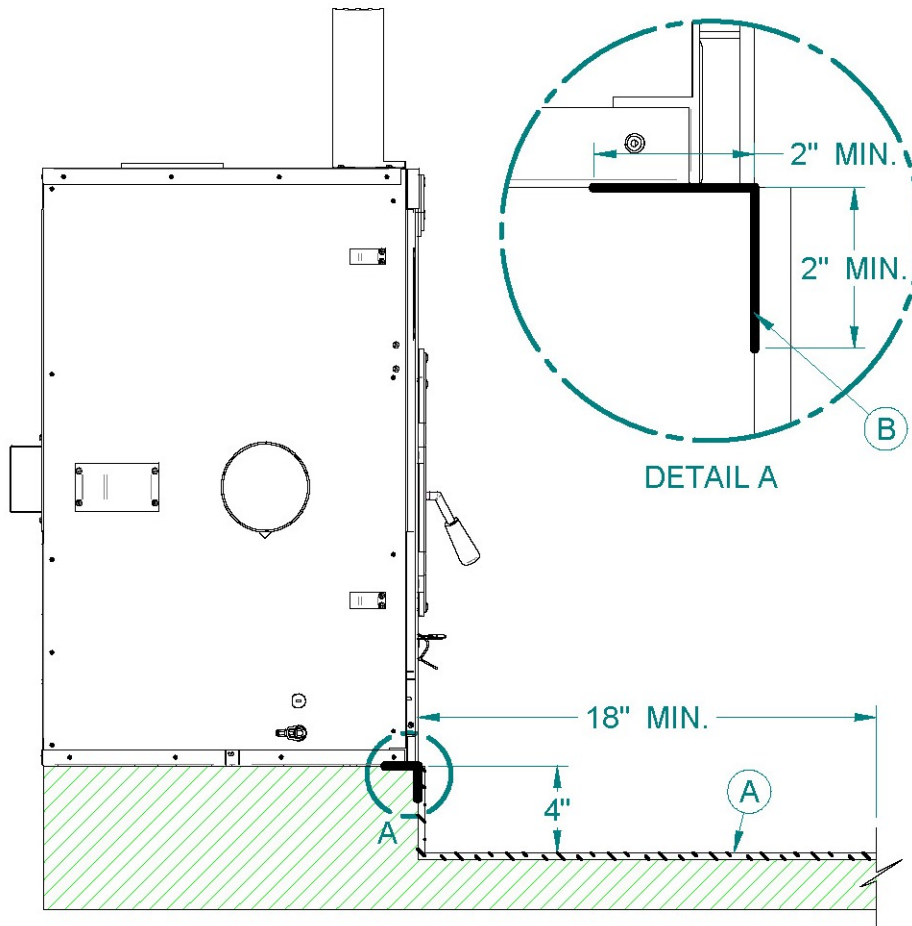

Figure 9
Il est possible toutefois d'éliminer le facteur R en surélevant l'appareil de 4'' par rapport au plancher (voir figure 9) toutefois, le joint entre l'extension de l'âtre et le foyer doit être protégé par un matériel non-combustible. Par exemple, une plaque de métal (non fournie) tel qu'illustrée à la figure 9 (B). Veuillez noter qu'une protection de plancher incombustible d'au moins 18'' doit être installé en face du foyer, tel qu'illustré à la figure 9 (A).